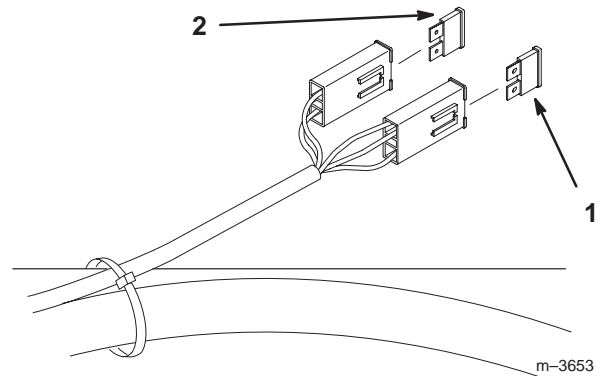

Figure 53
1. Soulevez le siège pour accéder au porte-fusibles (Fig. 53).
2. Pour remplacer un fusible, tirez dessus pour l'enlever (Fig. 53).